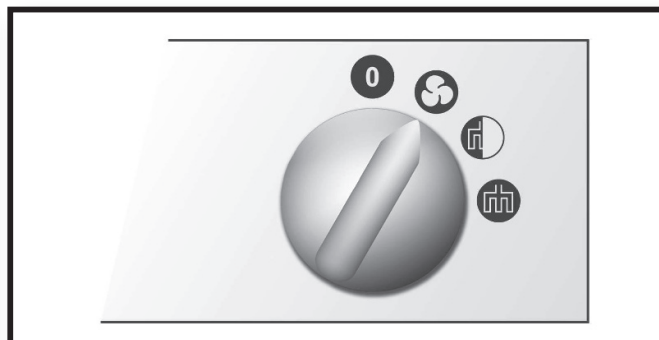

Fig. 5
- ▶ Vetëm ventilatori – fig. 5